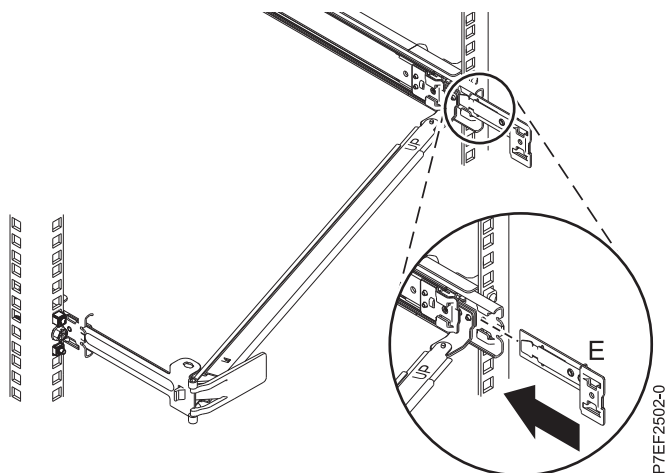

Figure 13. Installation du support d'extension dans la glissière
5. Poussez le support d'extension (**E**) dans la glissière de droite jusqu'à ce que le loquet à ressort se mette en place. Pour plus de détails, voir figure 13, à la page 10.